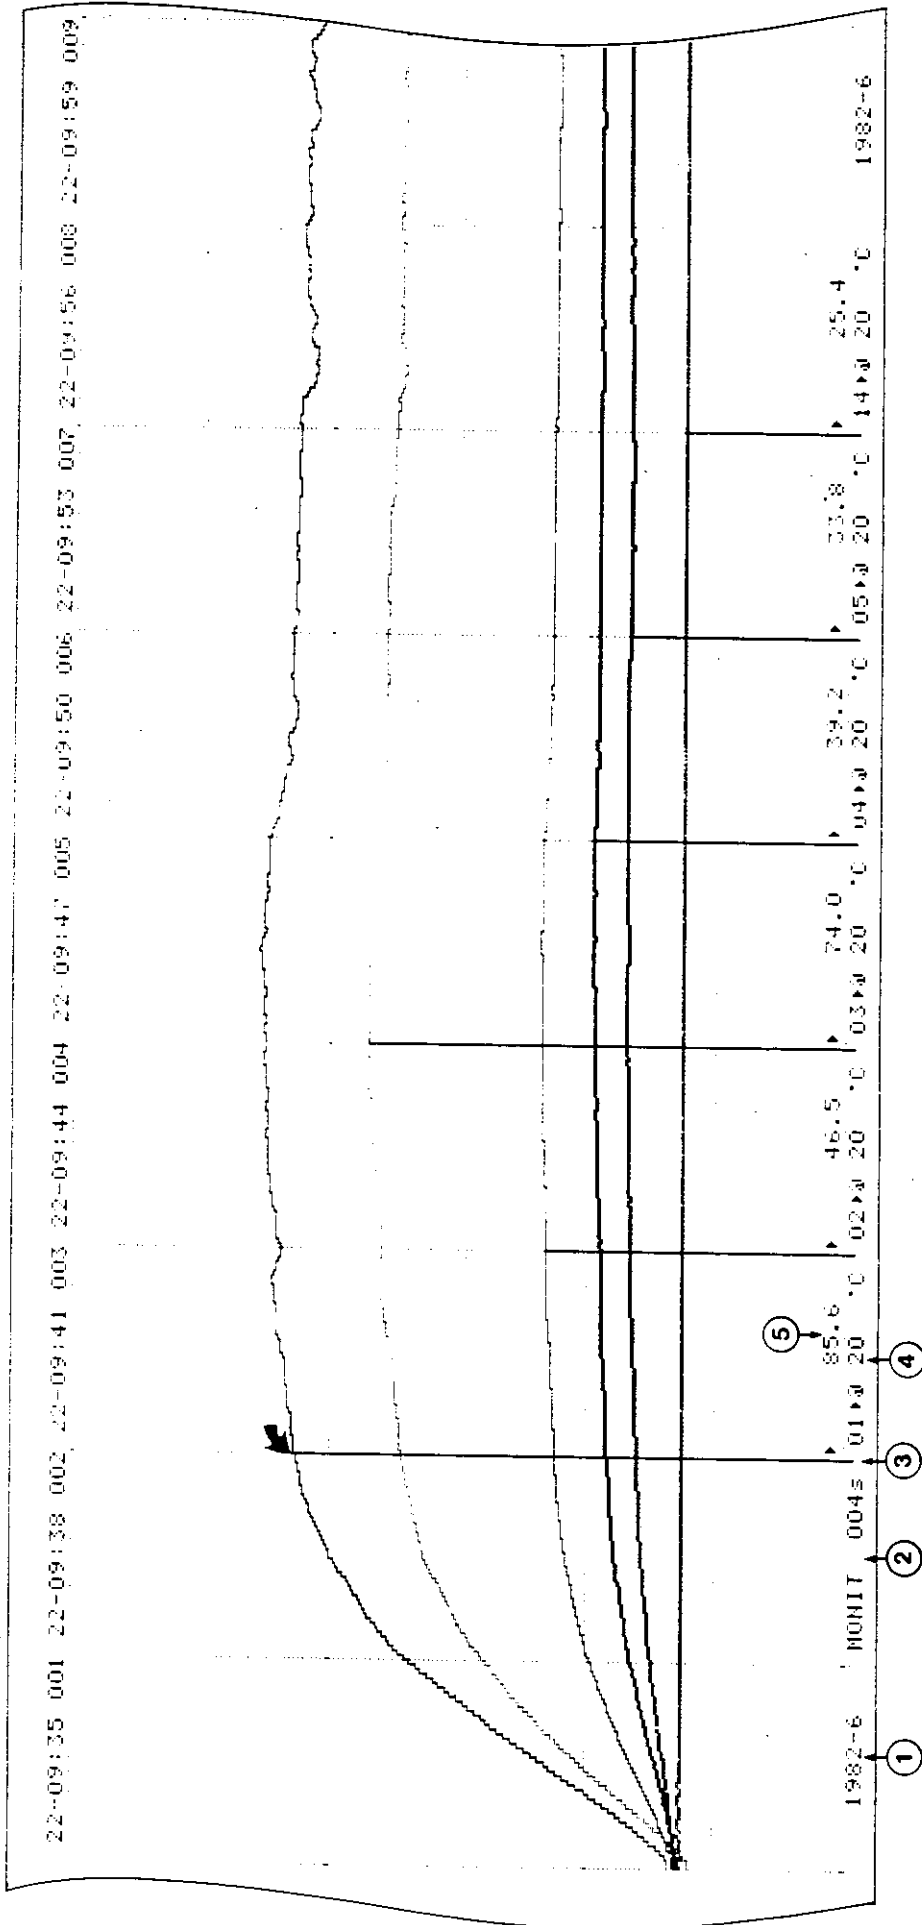

図 4-11 印字例 9 : モニタ・モードの説明
〔図4-11〕にモニタ・モードにおける印字例を示します。
- ① ラベル : LABELで設定された数字, 記号
- ② モニタ周期 : モニタ周期を 10^{-1} 秒で四捨五入した値
- ③ アナログ・グラフのチャンネル識別線 : アナログ・グラフとそのグラフが対応するチャンネル番号を示す線で、同一フレームのコメント欄の先頭に表わされる値がチャンネル番号を示します。
- ④ モニタ・チャンネル番号とスケール感度 : チャンネル識別線で示されるアナログ・グラフのチャンネル番号とそのグラフのスケール感度を示します。〔図4-11〕の例では、01 CH., 20°C / div. です。
- ⑤ 測定データ : チャンネル識別線で示されるアナログ・グラフについて、そのフレーム内に示されるログ・スキャン開始時間の測定データを示します。〔図4-11〕の例では、22日9時41分における01 CH. の測定データは85.6 °Cを示します。